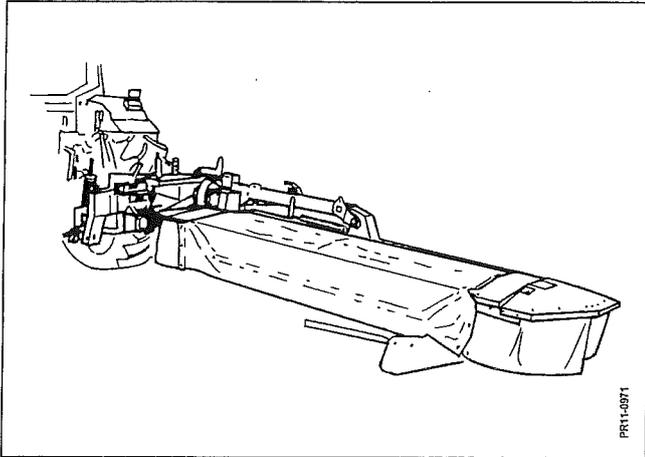

Fig. 3-1
- Fig. 3-1 1) Den Schlepper unmittelbar vor das 3-Punkt-Gestänge der Maschine bringen.